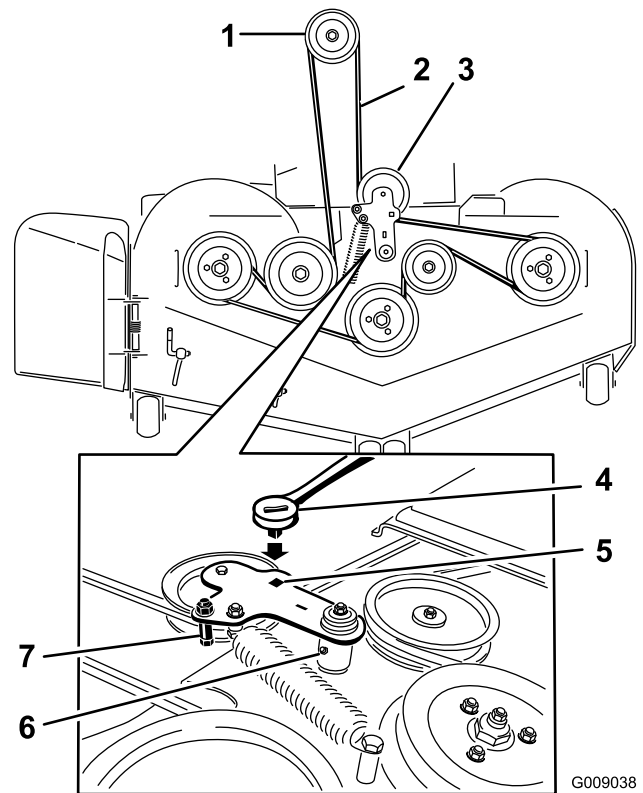

Figura 104
5. Retire la chapa de suelo e introduzca una llave de carraca en el orificio cuadrado del brazo tensor de la carcasa (Figura 104).
6. Gire cuidadosamente el brazo tensor de la carcasa en sentido horario y retire la correa del cortacésped (Figura 104).